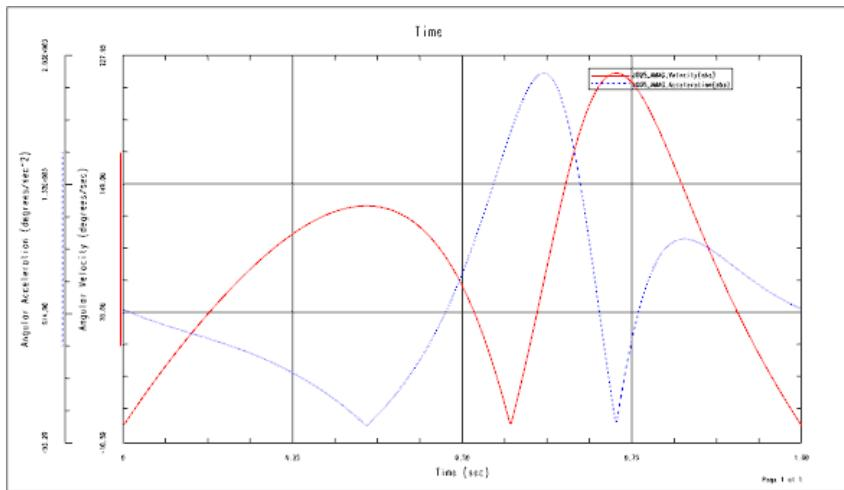

图 8.1.11 速度-加速度-时间曲线
- (1) 选择下拉菜单 **分析(Analysis)** → **运动(Motion)** → **图表(Graph)**... 命令，或者在“运动”工具栏中单击 → 作图命令，系统弹出“图表”对话框，单击其中的 **对象** 选项卡。
- (2) 在“图表”对话框的 **运动模型** 区域选择旋转副 J005，在 **请求** 下拉列表中选项 **速度** 选项，在 **分量** 下拉列表中选择 **角度幅值** 选项，单击 **Y 轴定义** 区域中的 按钮。
- (3) 在 **请求** 下拉列表中选项 **加速度** 选项，在 **分量** 下拉列表中选择 **角度幅值** 选项，单击 **Y 轴定义** 区域中的 按钮。
- (4) 选中“图表”对话框中的  **保存** 复选框，然后单击 按钮，选择 D:\ug85.16\work\ch08.01.01\ok\dis\_asm\dis\_asm.afu 为保存路径。
- (5) 单击 **确定** 按钮，系统进入函数显示环境并显示旋转副 J005 的速度-加速度-时间曲线，如图 8.1.11 所示。